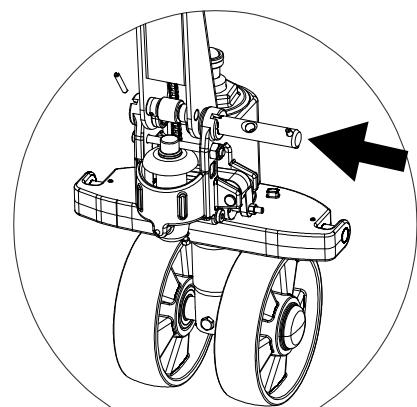

Figura 7 - Montagem Eixo
- a) Retirar o pino elástico (2) pré-montado no Eixo da alavanca (3).
- b) Encaixar a Alavanca montada (1) na bomba hidráulica, então com um martelo monte o Eixo da alavanca (3) no furo da bomba hidráulica e alavanca (Figura 7).
- a) Desmontar el perno elástico (2) premontado en el eje de la palanca (3).
- b) Colocación de la palanca montada (1) dentro de la bomba hidráulica, a continuación, con un martillo montar el eje de la palanca (3) en el orificio de la bomba hidráulica y la palanca (Figura 7).